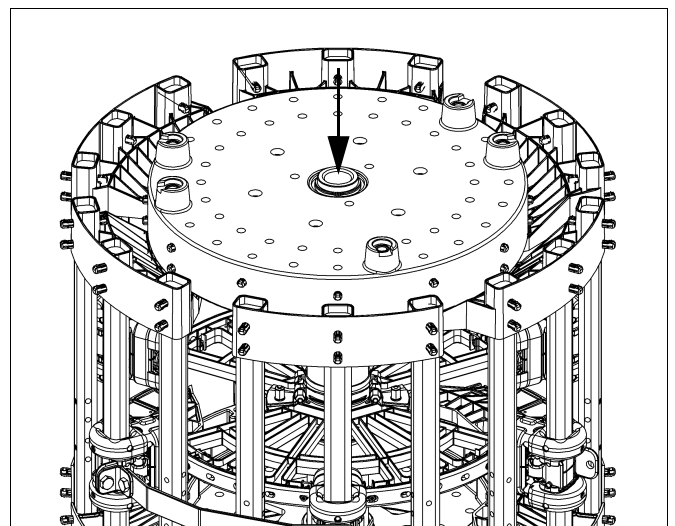
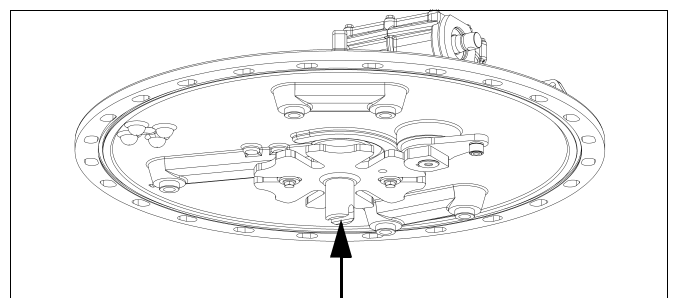

рис. 48
рис. 49
- 3) Пролейте маслом сцепную муфту (рис. 48) и мальтийскую шестерню (рис. 49).